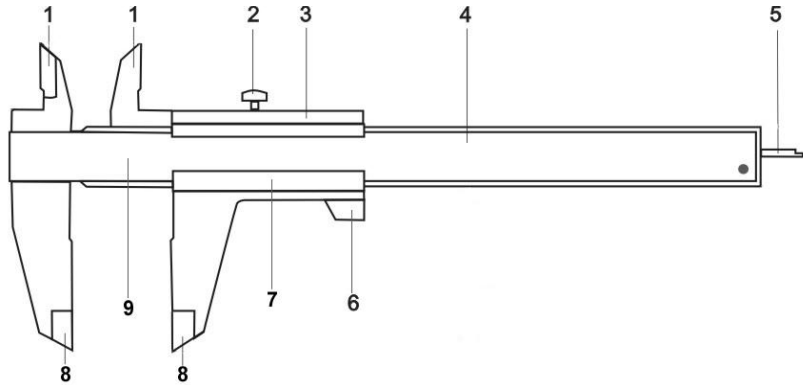

Рис. 1
- 1.1. Штангенциркули с глубиномером (тип I) представляют собой профессиональный инструмент, предназначенный для измерения наружных и внутренних линейных размеров в различных отраслях промышленности. Штангенциркули с ценой деления нониуса (точностью) 0,05 мм имеют две пары губок, служащие для измерения наружных (нижние губки 8) и внутренних (верхние губки 1) размеров, и рейки глубиномера 5 (Рис.1) для измерения высоты уступов, глубин пазов, проточек и т. д.
- 1.3. Устройство штангенциркулей (Артикул 10745, 10746, 10747) представлено на Рис.1
- 3.2. Проверяют плавность хода подвижной рамки 3 и нулевую установку шкалы 9 и нониуса 7 (Рис.1).
5. ПОРЯДОК РАБОТЫ (Рис.1)